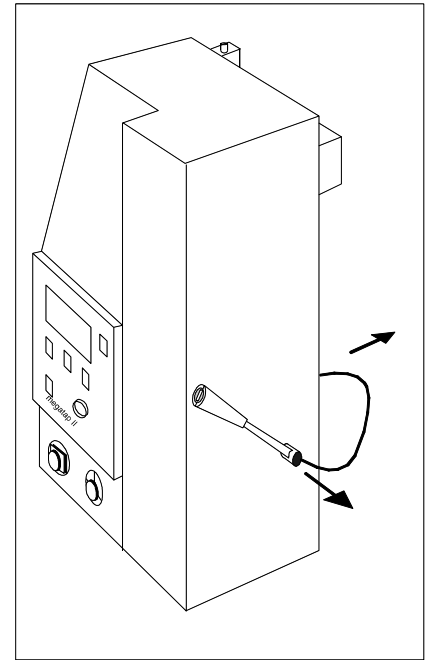

Bild 5-1 Bedienhebel megatap II
3. Leitung des Bedienhebels aus der Steckdose an der Rückseite des Gerätekopfes ziehen (Bild 5-1).
4. Bedienhebel axial aus der Verzahnung austrasten (Bild 5-1).